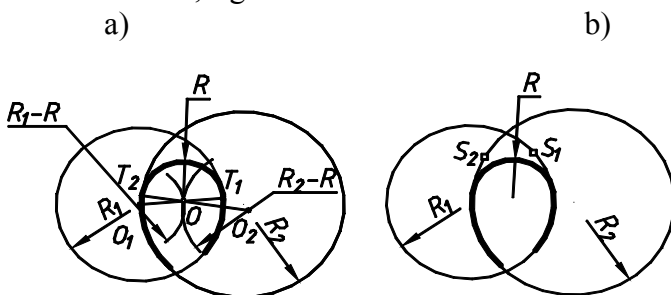

Fig. 3.12
- Construirea racordării interioare a două cercuri secante cu un arc de cerc de rază mică, fig. 3.12.